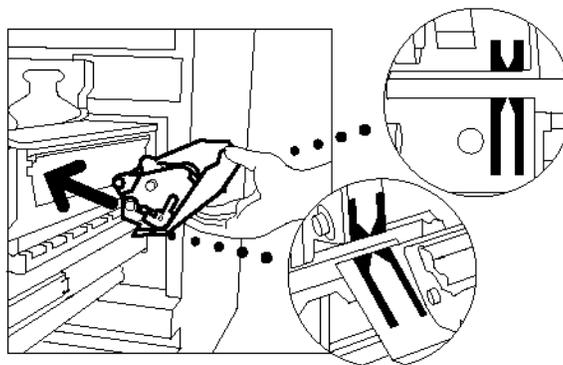

Figura 46: Alineación del fieltro limpiador nuevo
- 8 Alinee las flechas frontal y trasera del nuevo fieltro con las flechas frontal y trasera situadas en el lado derecho del fusor, tal y como ilustra la Figura 46.